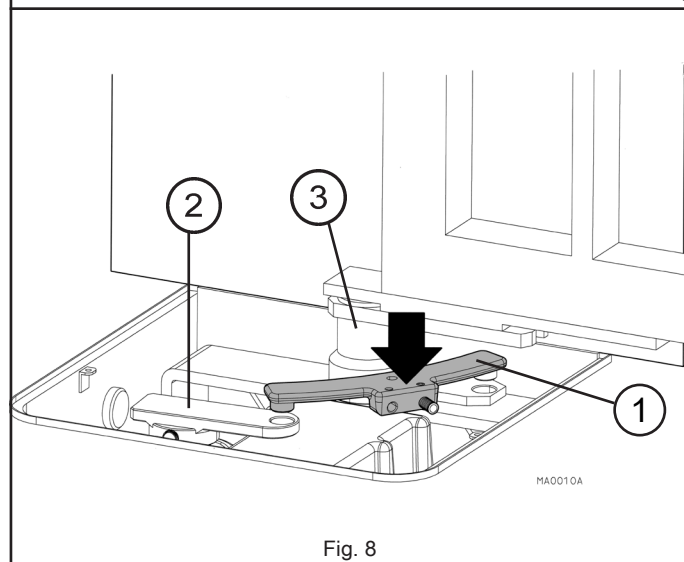

Fig. 8
- Inserire la biella di collegamento (1 fig. 8) tra la leva motore (2 fig. 8) e gruppo leve (3 fig. 8) e ingrassare gli accoppiamenti
- Introduce the connection rod (1 fig. 8) between the motor lever (2 fig. 8) and the lever block (3 fig. 8) and grease all couplings.
- Вставить соединительный рычаг (1 рис. 8) между рычагом мотора (2 рис. 8) и группой рычагов (3 рис. 8) и смазать разъемное соединение.